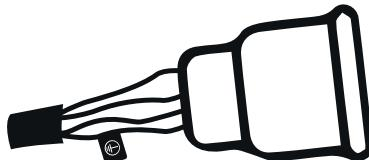

Рисунок 3 : Подсоединение Электрической Вилки
- В связи с тем, что на заводах, стройплощадках и в цехах могут быть установлены различные виды розеток для подсоединения к сетевому электроснабжению, сетевой кабель поставляется без вилки. Установка вилки на сетевой кабель должна выполняться квалифицированным электриком в зависимости от имеющейся розетки сетевого электроснабжения (Рисунок 3). Убедитесь, что имеется кабель заземления жёлтого/зелёного цвета